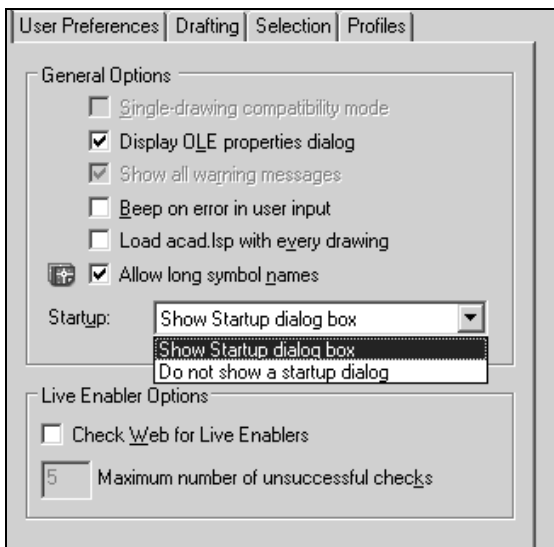

Рис. 2.9. Настройка вывода диалоговых окон для входа в программу
2. Выберите в нем вкладку **System** (Система) и откройте выпадающий список в поле **Startup** (При запуске) (рис. 2.9).